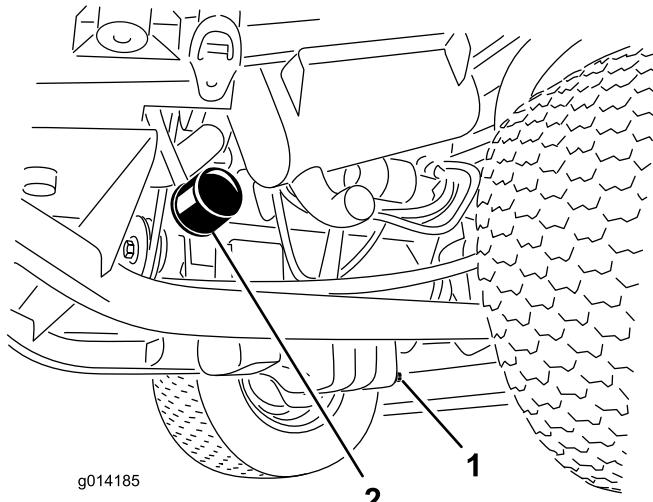

Figure 36
- 1. Retirez le bouchon de vidange (Figure 36) et laissez couler l'huile dans un bac de vidange.
- 3. Déposez le filtre à huile (Figure 36).